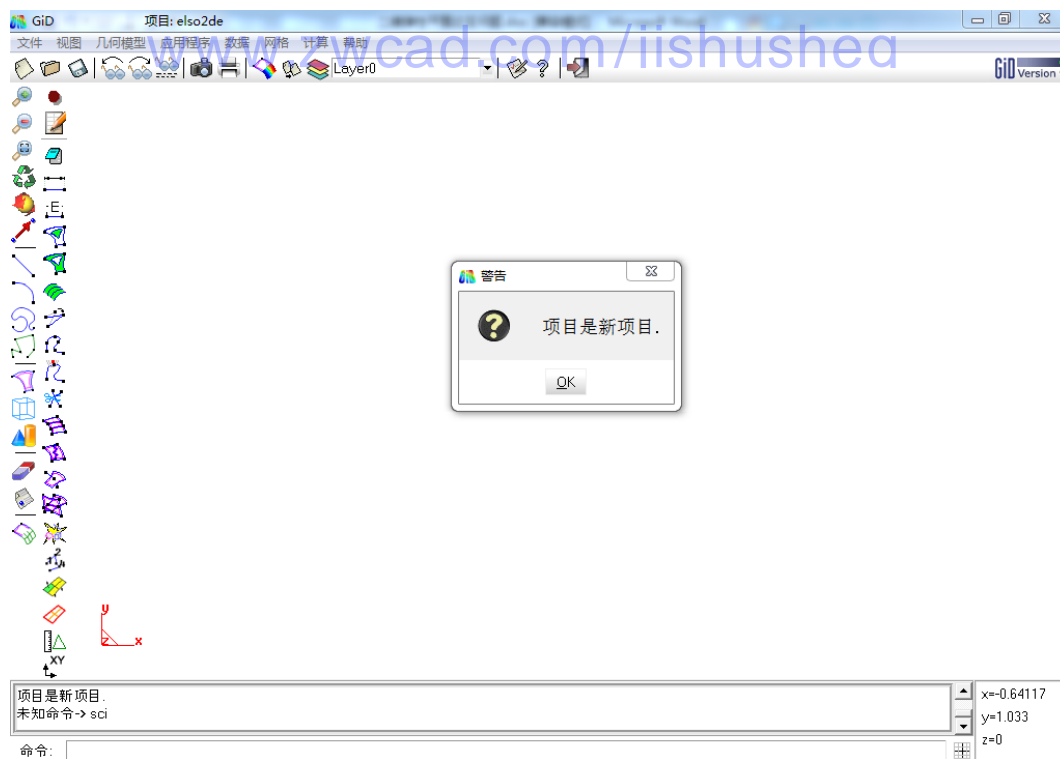
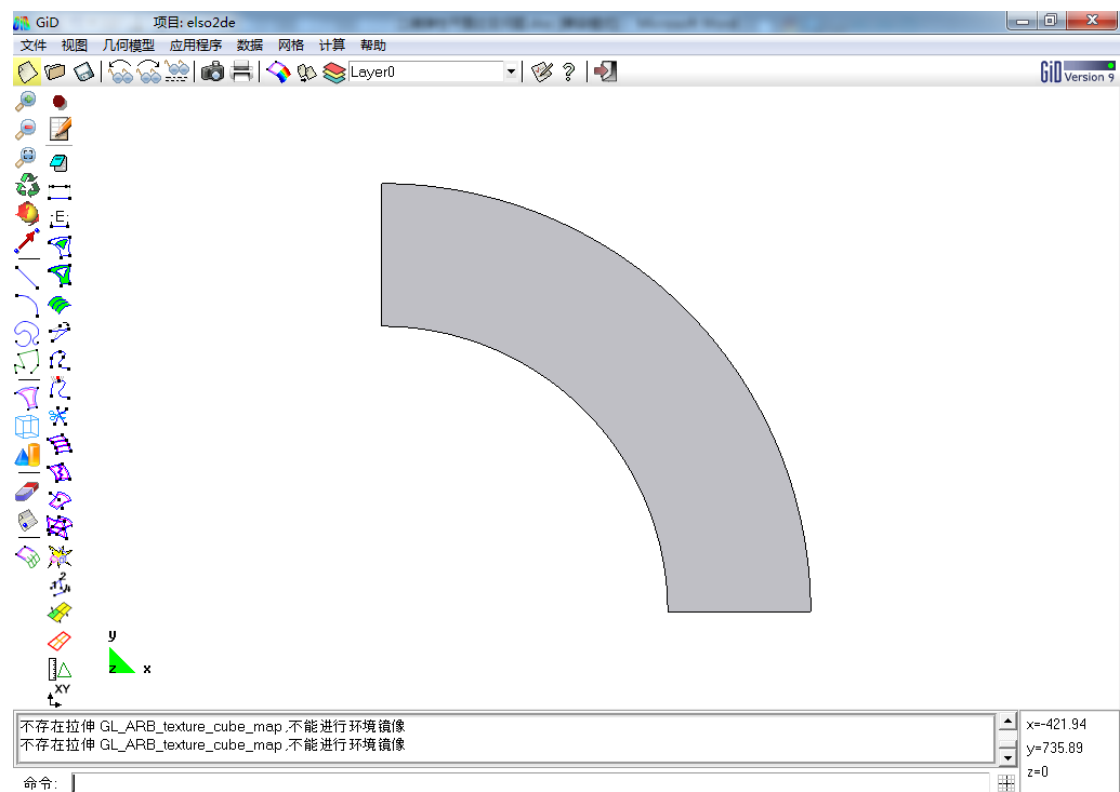

图 2-8
图 2-9
1) 进入 GID，出现如图 2-8 对话框，点击“OK”，如图 2-9，显示导入的面的模型。